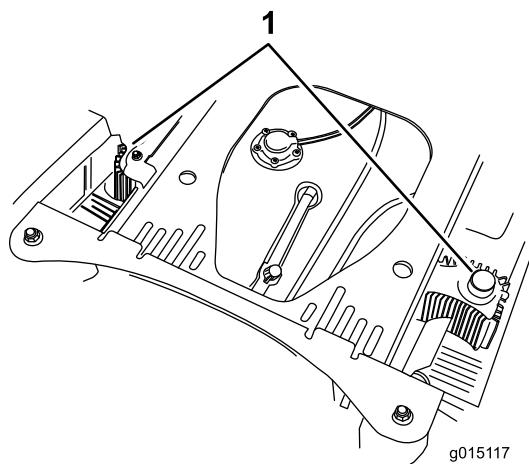

Figure 80
4. Débarrassez les protections de l'unité hydraulique de l'herbe et des débris accumulés (Figure 80).